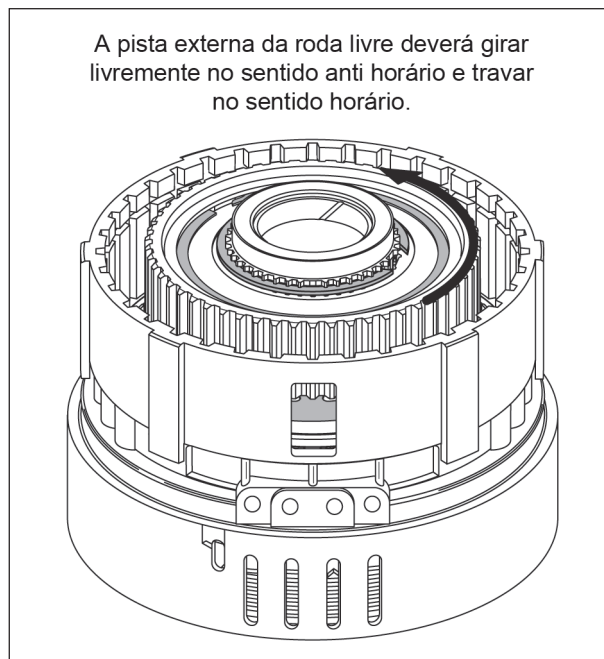

Figura 115
22. Após a instalação, verifique uma vez mais a direção de giro correta da roda livre, conforme mostra a figura 115.